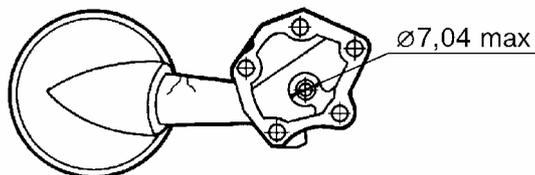

Рис.9. Патрубок 2101/2121-1011070
3.2.5 Патрубок **2101/2121-1011070** масляного насоса (рис.9).